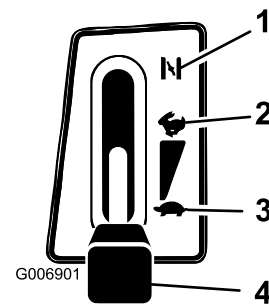

Figura 9
4. Ponga la palanca del acelerador en Estárter (Figura 9).
6. Cuando el motor arranque, mueva lentamente el acelerador a la posición Rápido (Figura 9). Si el motor se cala o funciona irregularmente, vuelva a colocar el acelerador en Estárter durante unos segundos y luego mueva la palanca del acelerador a Rápido. Repita este procedimiento tantas veces como sea necesario.
1. Ponga la palanca del acelerador en Rápido (Figura 9).